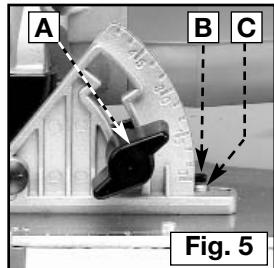
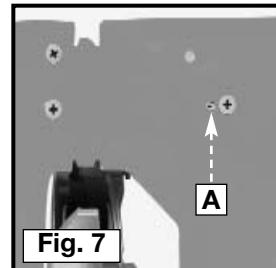

Fig. 5
Fig. 7
- Afloje la perilla de ajustes de bisel (A) Fig. 5, y ajuste la base para cortes de 0° asegurando que el manguito del tope de bisel esté tocando el tornillo limitador de 0°.
- Para ajustar, afloje la perilla de ajustes de bisel (A) Fig. 5, manteniendo contacto entre el manguito del tope de bisel y el tornillo limitador. Ajuste el tornillo limitador (A) Fig. 7 hasta que el disco esté recto.